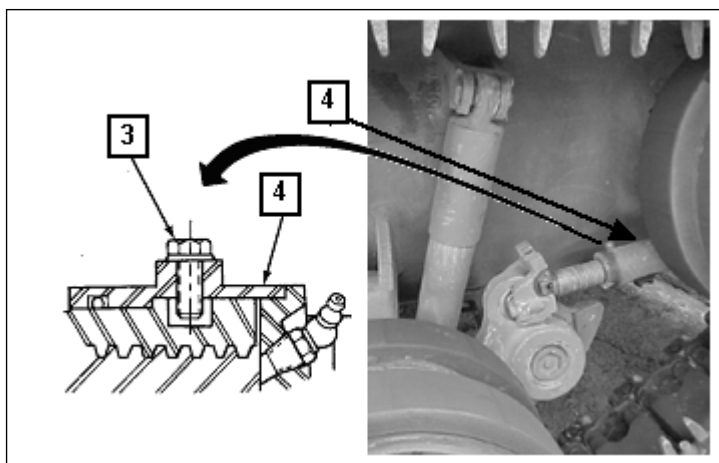

Fig 6-6. Abertura mecânica da lagarta
- c.** Usando a chave tipo unha de ajuste da tensão da lagarta na manga de ajuste (4), afrouxar a tensão da lagarta. Puxar para cima para afrouxar a lagarta no lado esquerdo ou empurrar para baixo no lado direito. Ir para o passo k. (Fig 6-6)